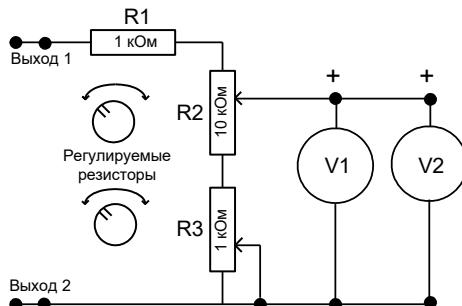

Рис. 1.3. Схема подключения вольтметров
- б) с помощью выходов 1 и 2 (рис. 1.1) подать напряжение на схему (рис. 1.3).
- в) собрать цепь согласно рис. 1.3, где V1 – поверяемый вольтметр, V2 – образцовый вольтметр; R2 и R3 – регулировочные переменные резисторы, выход 1 и 2 (+/-) – питание с главного стендса (рис. 1.1).
Перед началом работы необходимо регулятор вольтметра V1 выставить по шкале 10 (лабораторный стенд), а регулятор вольтметра V2 – по шкале 20 (главный стенд). Регулируемые резисторы R2 и R3 (рис. 1.3) выставить на среднее положение.